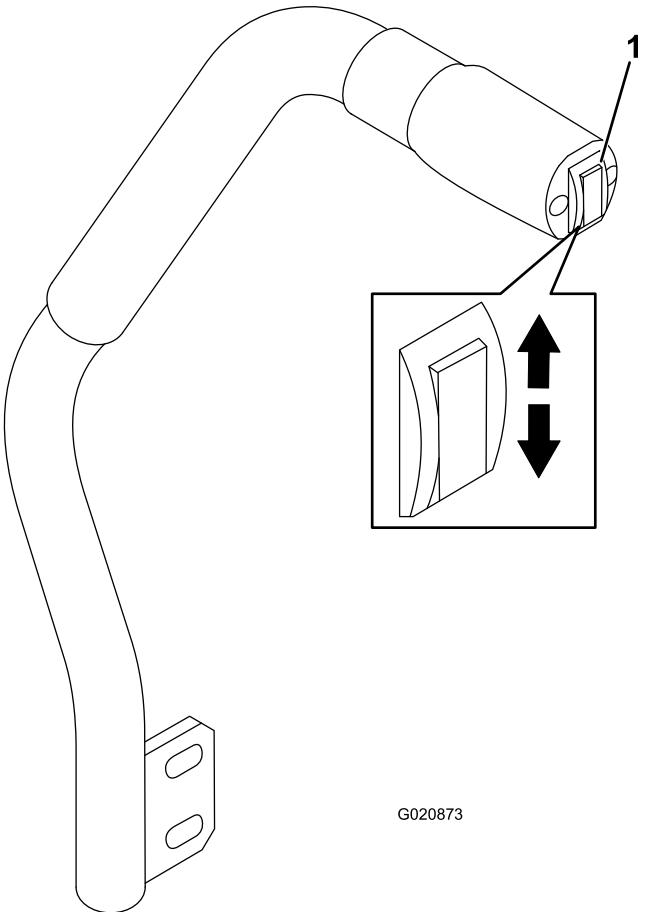

Figure 21
Cette commande permet de lever et d'abaisser l'unité de coupe (Figure 21). Ce levier est uniquement disponible lorsque le moteur est en marche.
- Pour abaisser l'unité de coupe, appuyez sur le bas de la commande (Figure 21).
- Pour lever le tablier de coupe, appuyez sur le haut de la commande (Figure 21).
- Lorsque le moteur tourne, repoussez la commande de levage du tablier de coupe vers le haut jusqu'à ce que le tablier soit complètement levé puis relâchez immédiatement la commande (Figure 21).